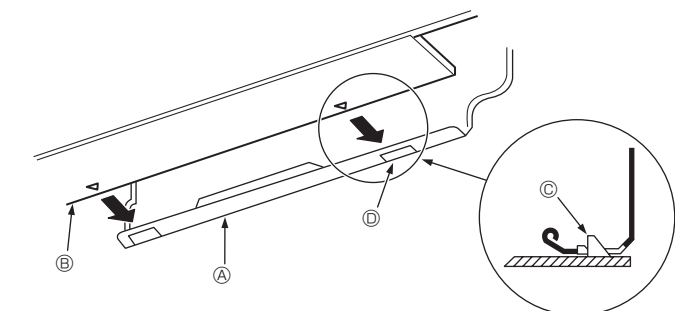

Fig. 3-11
- Lors de l'insertion de la tuyauterie de réfrigérant et du tuyau d'écoulement dans le trou de pénétration dans le mur (manchon de pénétration), accrocher le haut de l'appareil intérieur au panneau de montage ①.
- Fixer en poussant la partie inférieure de l'appareil intérieur sur la planche d'installation ①. (Fig. 3-11)
* Vérifier que les boutons dans le bas de l'appareil intérieur sont correctement insérés dans la planche d'installation ①.